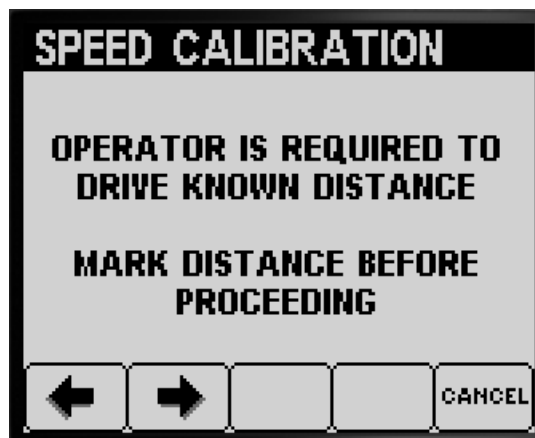

Figura 64
6. Con una ruota misuratrice misurate una distanza compresa tra 45 e 152 m; annotate la distanza misurata più sotto (Figura 64).
8. Premete il pulsante 2 per passare alla fase successiva (Figura 64).